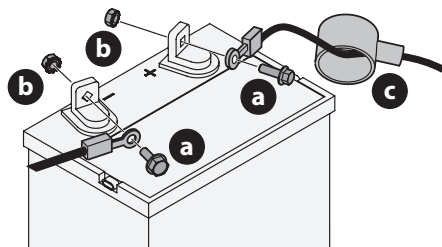

Figure 10
1. Retirez le protecteur en plastique, le cas échéant, de la borne positive. Connectez le raccord rouge à la borne positive (+) avec un boulon (a) et un écrou (b) (Figure 10).
2. Remplacez le capuchon rouge en caoutchouc (c) sur la borne positive de la batterie pour la protéger contre la corrosion (Figure 10).
3. Retirez le protecteur en plastique, le cas échéant, de la borne négative de la batterie et fixez le câble noir à la borne négative (-) avec un boulon (a) et un écrou (b) (Figure 10).